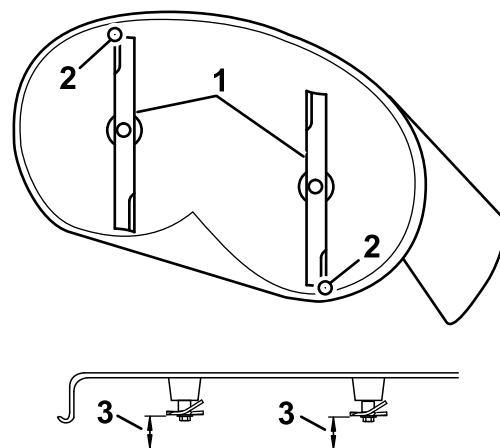

Figura 68
4. Girate con cautela le lame in modo che siano disposte longitudinalmente (Figura 68).
5. Misurate il valore dalla punta della lama anteriore e dalla punta della lama posteriore alla superficie piana (Figura 68).